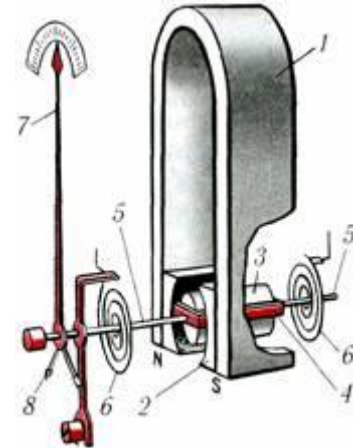

Рис. 1.3.1.1.
Работа приборов магнитоэлектрической системы основана на взаимодействии магнитных полей постоянного магнита и измеряемого тока, проходящего по обмотке подвижной катушки (рамки) прибора. Катушка (3) (рис. 1.3.1.1) из тонкой проволоки, намотанной на алюминиевый каркас, может вращаться между полюсами (2) постоянного магнита (1). При прохождении тока через рамку возникает вращающий момент M_1 , под действием которого подвижная часть прибора поворачивается вокруг оси (5) на угол φ . Вращающий момент пропорционален величине тока $M_1 = k_1 I$, где коэффициент k_1 зависит от индукции магнитного поля постоянного магнита, числа витков катушки, её размеров.